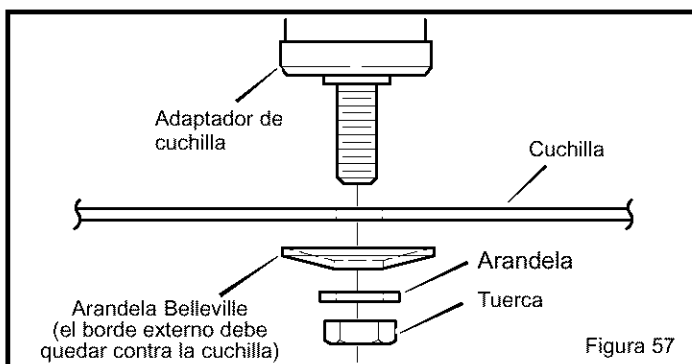

Figura 57
3. Sujete la **cuchilla** con las **arandelas** y **tuerca** originales. Compruebe que el borde externo de la **arandela Belleville** quede contra la **cuchilla** (Figura 57).